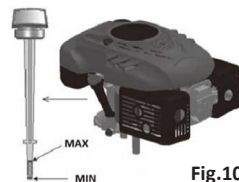

Fig.10
- Dopul de scurgere se află sub motor (Fig. 10 - elementul 1).
- Așezați un recipient adecvat sub motor pentru a colecta uleiul uzat și scoateți capacul. Înclinați mașina de tuns iarba astfel încât tot uleiul să se scurgă din rezervorul de ulei. După scurgerea uleiului, repuneți capacul în orificiu, asigurându-vă că este bine fixat, și ștergeți orice urmă de ulei vărsat (Fig. 10).
- Adăugați ulei SAE30 sau 15W-40 în rezervorul de ulei. Când indicatorul de nivel al uleiului este introdus în orificiu și înșurubat, nivelul uleiului trebuie să se afle între marcajele Min și Max (Fig. 10). Nu umpleți excesiv rezervorul.